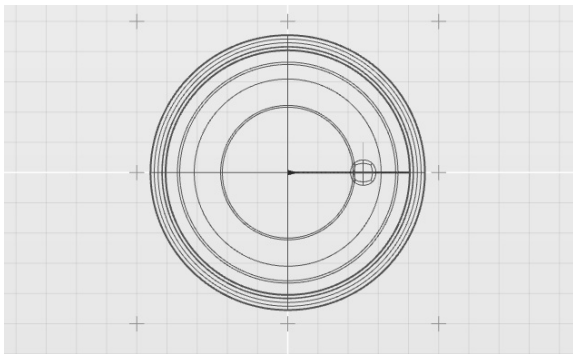

图 7-40 绘制多边形立方体
1) 激活顶视图。按住〈Ctrl〉键并单击“多边形立方体”工具，借助“栅格捕捉”工具，在图 7-40 所示位置绘制居中的多边形立方体，长度、宽度、高度分别设定为 1cm。